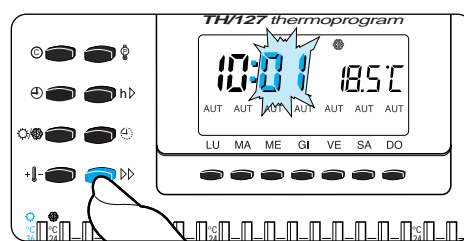

Fig. 15
5.5 - Premere il pulsante ➡➡ sino a che non si raggiunge il valore esatto dei minuti (fig. 15).